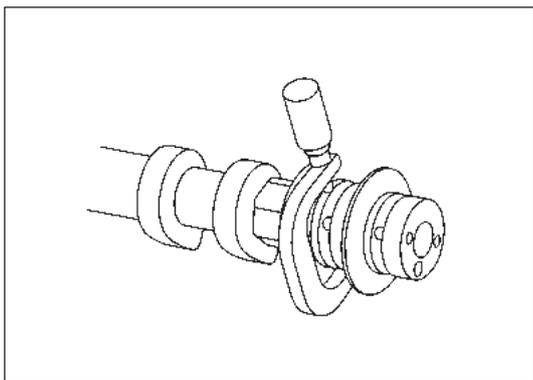
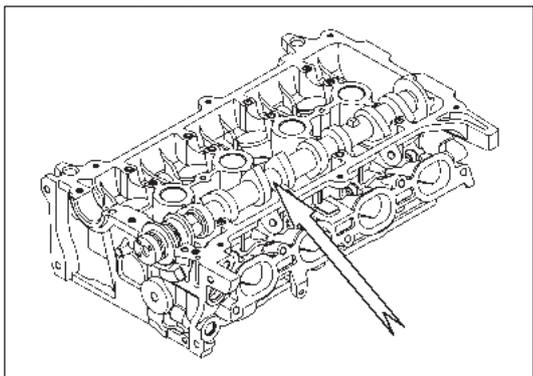

Рис. 12-3-26. Измерение шеек распределительного вала
Рис. 12-3-27. Проверка масляного зазора распределительного вала
- » При помощи микрометра измерить диаметры шеек распределительного вала, как изображено на рис. 12-3-26.
- ① Проверить масляный зазор распределительного вала.
- ② Выполнить чистку крышек подшипников, шеек распределительного вала, отверстий для распределительного вала в головке блока цилиндров.
- ③ Вставить распределительный вал в головку блока цилиндров.
- ④ Положить на каждую из шеек распределительного вала пластиковую пластину для измерения зазора, как изображено на рис. 12-3-27.